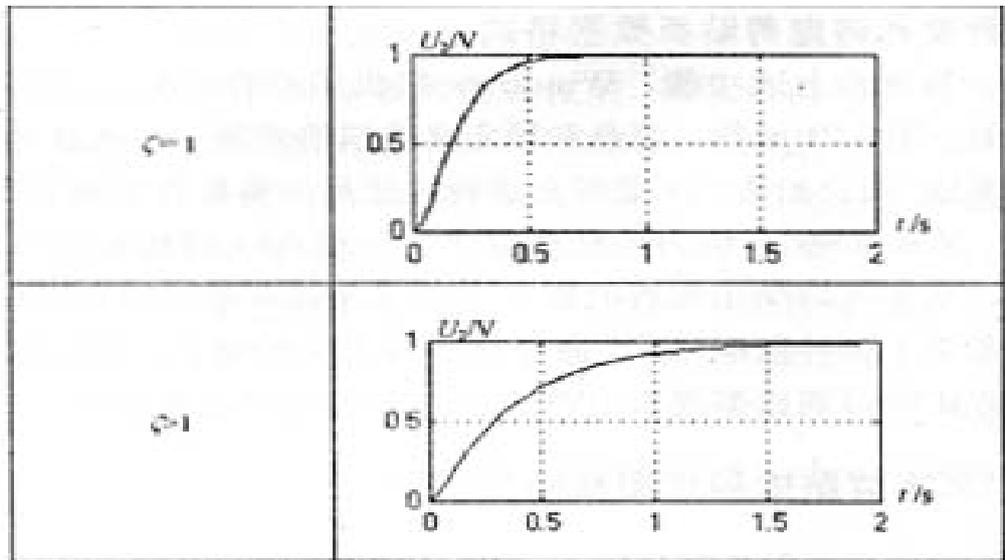

图5 二阶系统单位阶跃响应曲线图
(4) $\zeta \geq 1$ ，响应与一阶系统相似，没有超调，但调节速度慢，进入稳态需要较长时间，二阶系统单位阶跃响应曲线如图 5 所示。